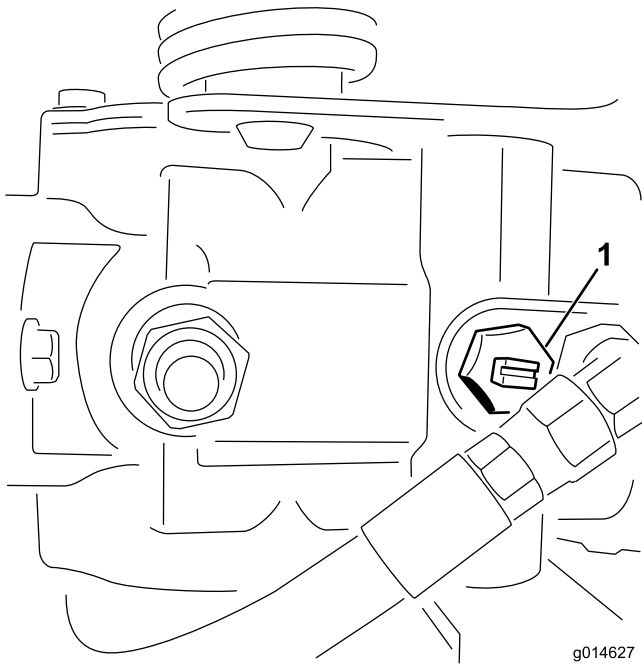

Figura 38
1. Localice la válvula de desvío en la bomba y gírela hasta que la ranura esté en posición vertical (Figura 38).
2. Antes de arrancar el motor, cierre la válvula de desvío girándola hasta que la ranura esté horizontal (Figura 38). No arranque el motor con la válvula abierta.